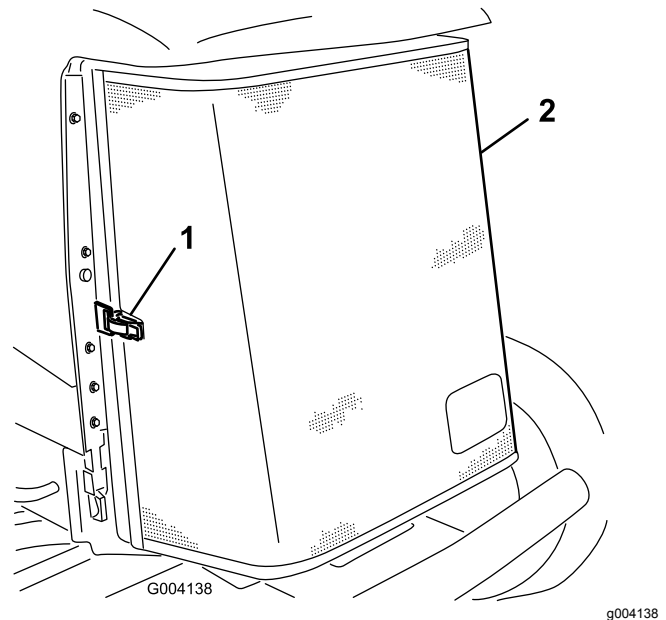

Figure 81
3. Déverrouillez l'attache et ouvrez la grille arrière (Figure 81).